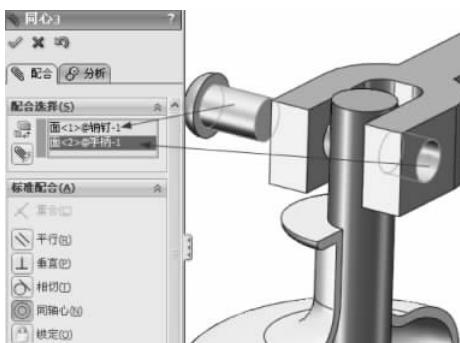

图 3-17 同轴心配合
(5) 单击【装配体】工具栏中的【配合】按钮 , 弹出【配合】的属性设置, 选择【同轴心】配合类型 , 在【配合选择】选项组下的选择框中选择销钉圆柱面和手柄端部通孔, 如图 3-17 所示。